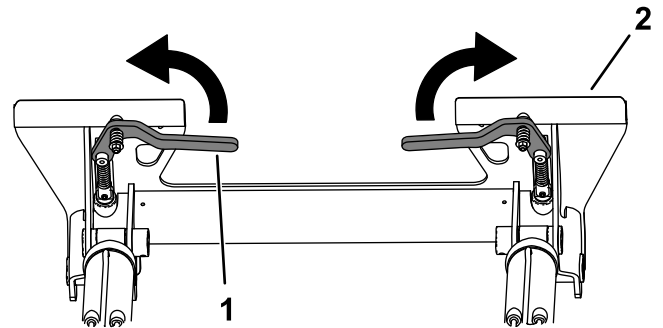

Figure 28
2. Tournez les leviers d'attache rapide vers l'extérieur pour élever les goupilles d'attache rapide (Figure 28).